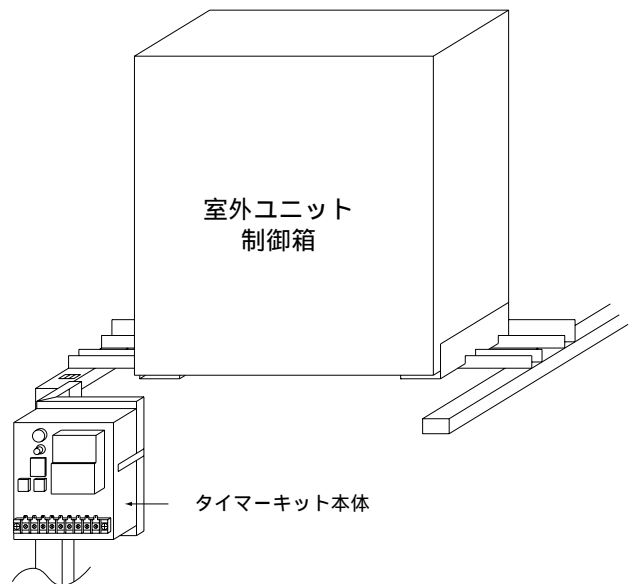

図2．タイマーキット組込図（ICE Y p）
- (4) タイマーキット本体 を、取付板 に、取付ネジ （3本）を使って図2の様に取付けてください。尚、取付板の取付ネジ穴（3ヶ所）のうち、下側のネジ穴（1ヶ所）に予め取付ネジ （1本）を途中までねじ込んでからタイマーキットを取付けると作業が容易になります。